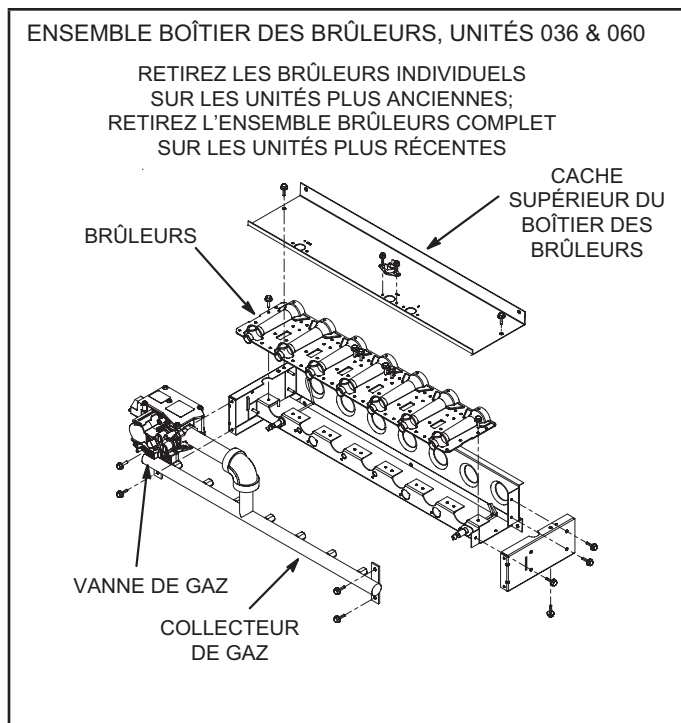
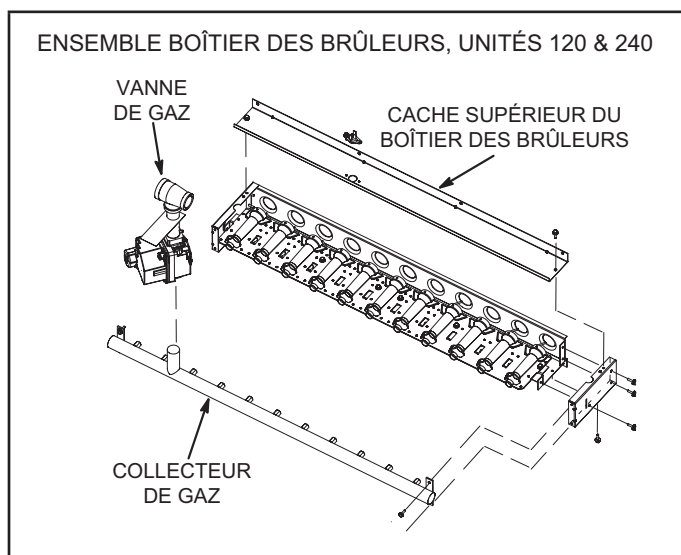

FIGURE 58
FIGURE 59
- 4 - Retirez et conservez les deux vis maintenant les brûleurs sur le support de brûleurs et soulevez chaque brûleur séparément ou l'ensemble brûleurs complet des orifices. Voir FIGURE 58 pour les unités 036 et 060 et FIGURE 59 pour les unités 120 et 240. Nettoyez les brûleurs au besoin.